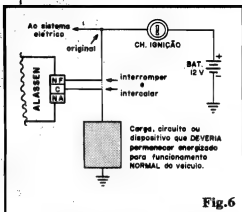

Fig. 6
- FIG. 6 - AMPLIANDO AS POSSIBILIDADES DE APLICAÇÃO FINAL - Para o Hobbysta "macaco velho", que já está "careca" de saber como se comportam eletricamente os contatos de saída de um relé reversível, lembramos que também o terminal "NF", em conjunto com o "C", poderá ser usado, só que a intermitência do ALASSEN agirá "desligando" ciclicamente algo que deveria permanecer ligado ou energizado, para perfeito funcionamento do motor do veículo... No caso, basta interromper a linha da alimentação de tal dispositivo, e intercalar as ligações (indicadas por setas brancas) vindas dos terminais "C" e "NF" do ALASSEN...